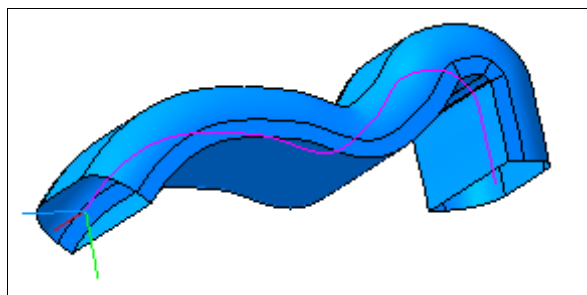

Рис. 24.9. Модель 16.0
- ◆ нажмите кнопку **Создать объект**. Система построит кинематическую поверхность. В Дереве модели появился элемент **Кинематическая поверхность:1** со своей пиктограммой. Сохраните полученную кинематическую поверхность (рис. 24.9) под именем **Модель 16.0**. Вы можете изменить поверхность, если войдете в режим редактирования поверхности и нажмете другой переключатель в группе **Движение сечения**.